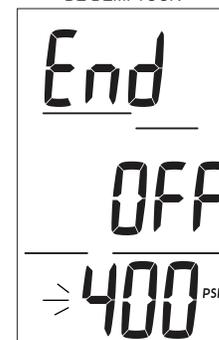

Fig. 26 - RÉGLAGE DE L'ALARME DE PRESSION DE FIN
**Réglage de l'alarme de pression de fin :** paramètres affichés (Fig. 26)